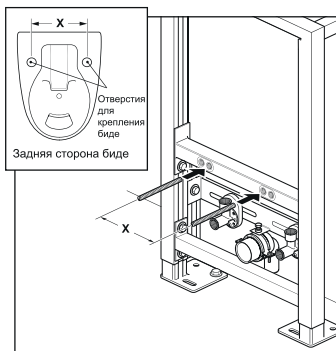

Рис. 5 / Сур. 5
5. Измерьте расстояние 'X' между центрами отверстий для крепления биде. Вставьте крепежные болты биде в отверстия на опоре биде, соответствующие отверстиям для крепления биде (рис. 5). Крепежные болты можно регулировать (внутрь или наружу).